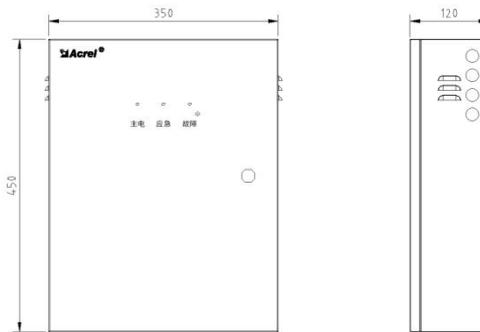

图 2
② A-FP-A310(0.6/36)与A-FP-A310(0.2/36)分配电装置的外形尺寸为：450(H)*350(W)*120(D)mm，如图2所示。